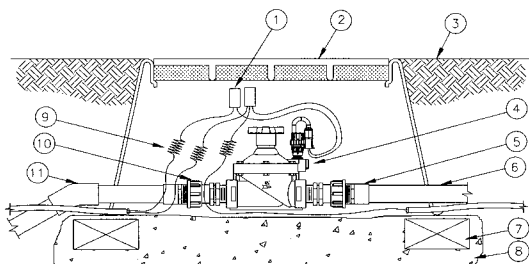

Figura A1
7. Empate los alambres vivos del accionamiento por selenoide (rojos) a uno de los alambres de campo con código de color. Empate el alambre blanco (común) del accionamiento por selenoide al alambre de entrada de color blanco. Utilice dos conectores convencionales resistentes al agua para empates secos. Deje los alambres algo flojos en cada lado, de modo que se puedan realizar reparaciones fácilmente si fuera necesario. Asegúrese de no exceder las recomendaciones con respecto a la distancia máxima de alambrado (Vea la Figura A1 a continuación).